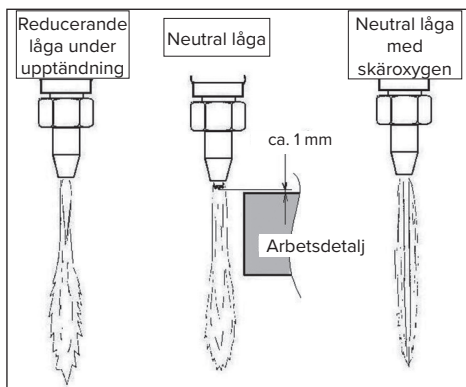

Bild 4: Injustering av låga
4.2.3. Öppna ventilen för skäroxygen kort, så att man kan kontrollera korrekt injustering av den neutrala lågan, stäng den därefter (se även Bild 4)